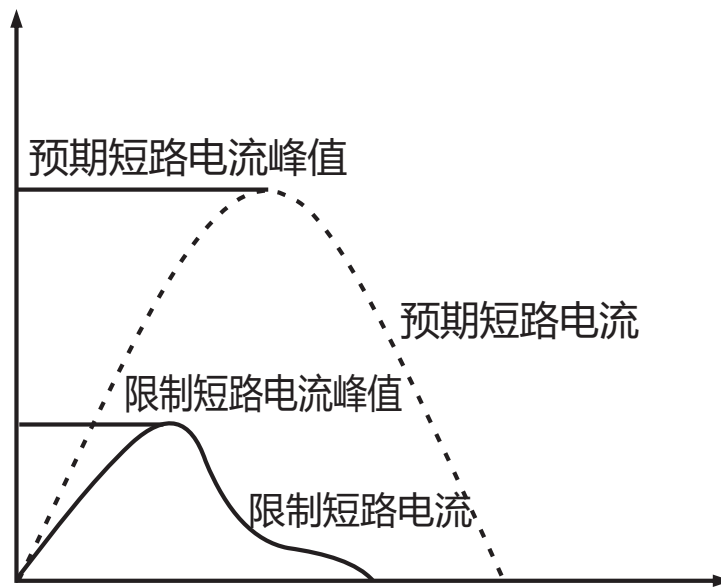

图1
5.1 断路器具有高限流能力，从而最大限度地限制了短路造成的破坏性能量，其限流特性见图1。